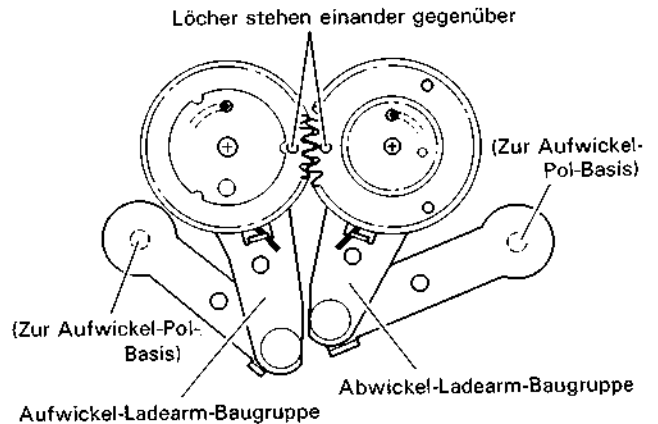

Abb. 1-3-2 Ladearm-Baugruppe (2)
2. Die Aufwickel-Ladearm-Baugruppe und die Abwickel-Ladearm-Baugruppe so einbauen, daß die Löcher auf den Ladezahnrädern einander gegenüberstehen, wie in Abb. 1-3-2 gezeigt. Nicht die Ladearm-Baugruppen für den nächsten Schritt aus dieser Stellung bewegen.